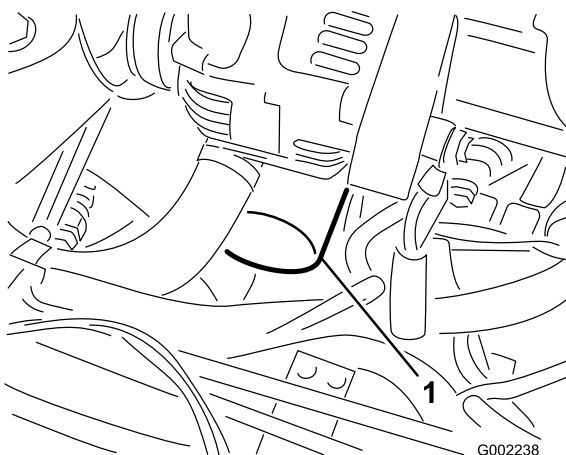

Figura 40
7. Retire el filtro de aceite usado (Figura 40).
10. Instale el filtro de aceite nuevo en el adaptador del filtro. Gire el filtro en el sentido de las agujas del reloj hasta que la junta de goma entre en contacto con el adaptador del filtro, luego apriete el filtro 1/2 de vuelta más (Figura 40).